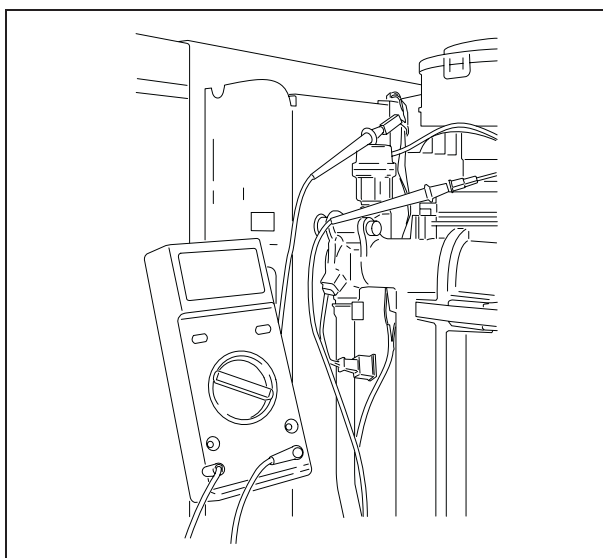

Fig. 37 Misurazione della corrente di ionizzazione
11.8 MISURAZIONE DELLA CORRENTE DI IONIZZAZIONE (fig. 37)